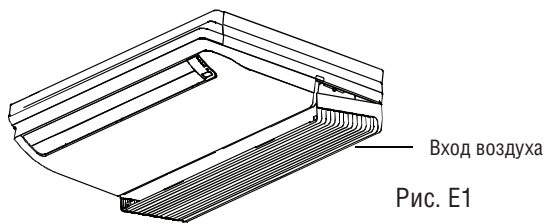

Рис. E1
1. Откройте вход воздуха (см. рис. E1).